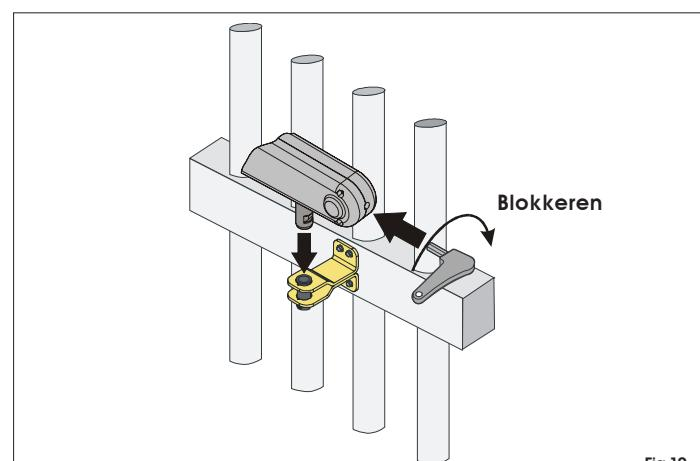

Fig.10
De aandrijving vastmaken aan de voorste bevestiging zoals op de Fig. 10 en de ontgrendelsleutel helemaal naar rechts draaien tot aan de sluitingaanslag.
- de aandrijving weer op de voorste bevestiging steken (Fig. 10);